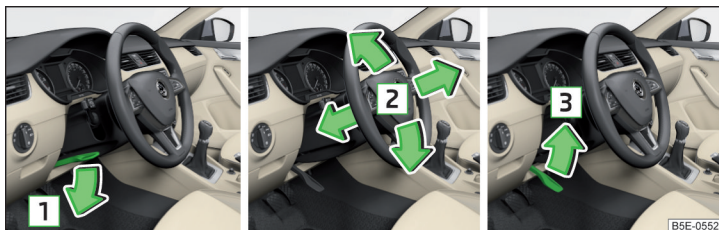

Fig. 2 Reglarea poziției volanului
- Rabatați maneta de siguranță de sub volan în sensul săgeții 1 » fig. 2.